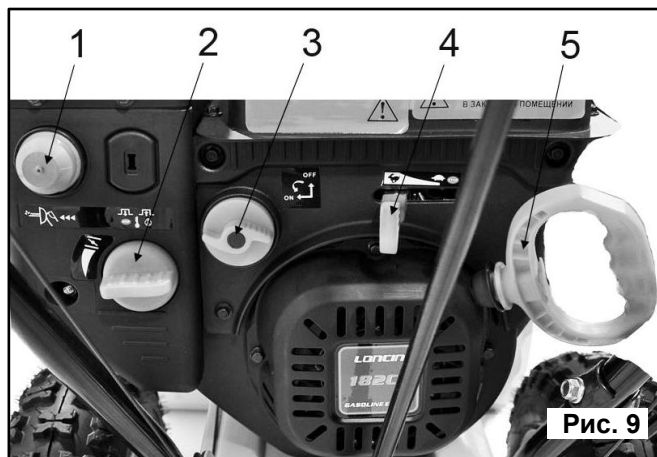

Рис. 9
- Установите рычаг крана подачи топлива (3)(См. Рис.9) в положение «Открыто» (ON).
- Поставьте рычаг привода воздушной заслонки (2) (См. Рис. 9) в следующее положение:
- Установите рычаг управления скоростью движения (дроссельной заслонки) (4) (См. Рис. 9) в максимальное положение «Заяц» (влево).
- Нажмите несколько раз на кнопку ручной подачи топлива (1) (См. Рис. 9), что бы накачать топливо в камеру сгорания карбюратора.
- 5.1.2. Возьмите крепко в руки пусковую рукоятку (5) (См. Рис.9). Крепко удерживая ее в руках, плавно потяните шнур стартера, пока барабан стартера не войдет в зацепление с собачками храпового механизма.
- 5.1.4. Плавно, не отбрасывая рукоятку, опустить руку, позволив шнуру вновь вернуться в барабан (См. Рис.9)
- Установите рычаг управления скоростью движения (дроссельной заслонки) (4) (См. Рис. 9) в положение «Черепаха» (вправо).